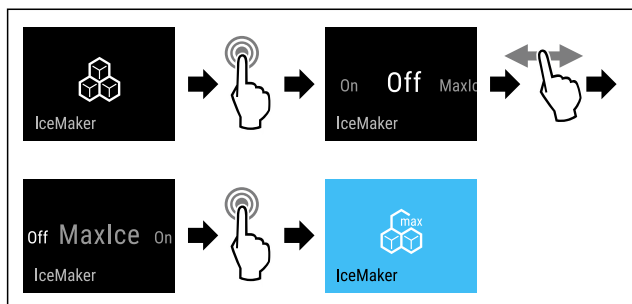

Fig. 17
- ▶ Eseguire i passaggi (vedere Fig. 17).